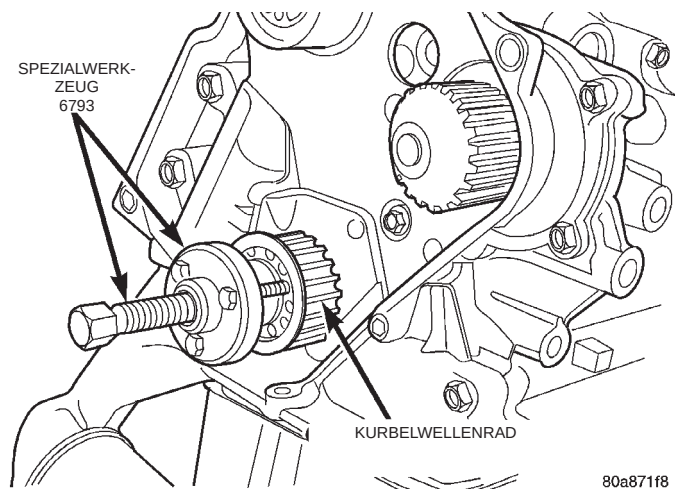

Abb. 77 Kurbelwellenrad—Ausbau
- (1) Batterie-Minuskabel abklemmen.
- (2) Zahnriemen abnehmen. Siehe hierzu Ausbau des Zahnriemens in diesem Abschnitt.
- (3) Ölwanne und Manschette ausbauen. Siehe hierzu Ausbau der Ölwanne in diesem Abschnitt.
- (4) Kurbelwellenrad mit Spezialwerkzeug 6793 und Einsatz C-4685-C2L ausbauen (Abb. 77).